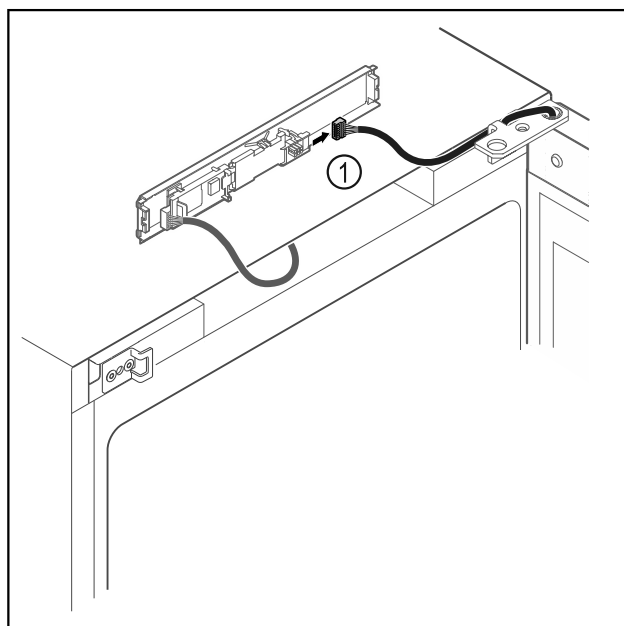

Fig. 16
- Træk stikket ud af Fig. 16 (1) printkortet.